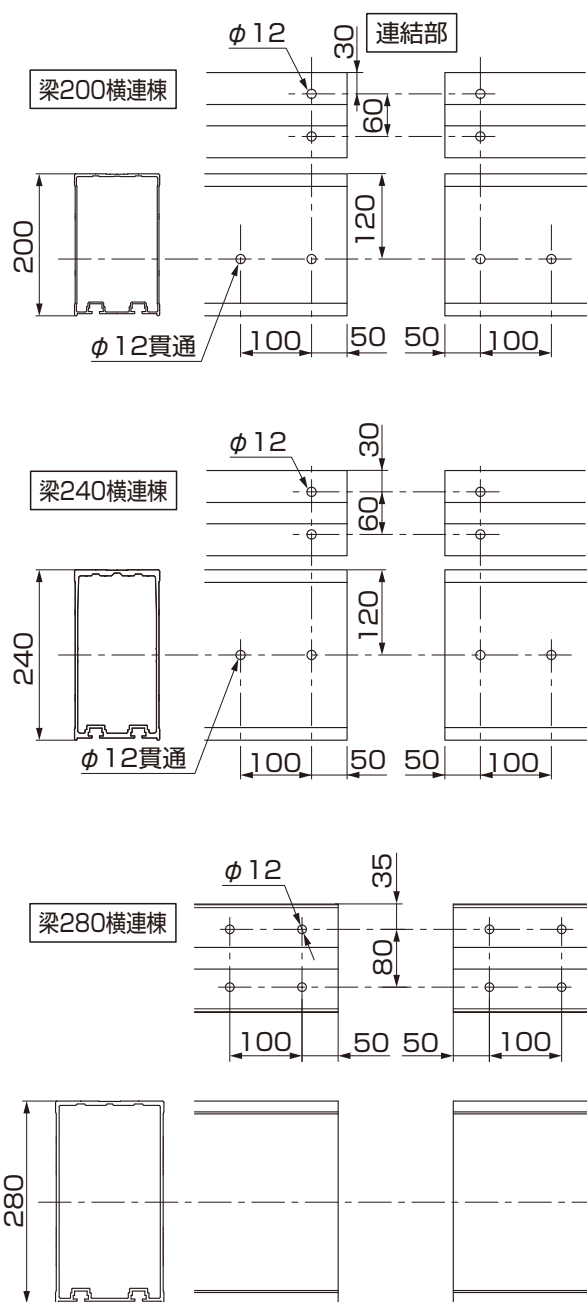
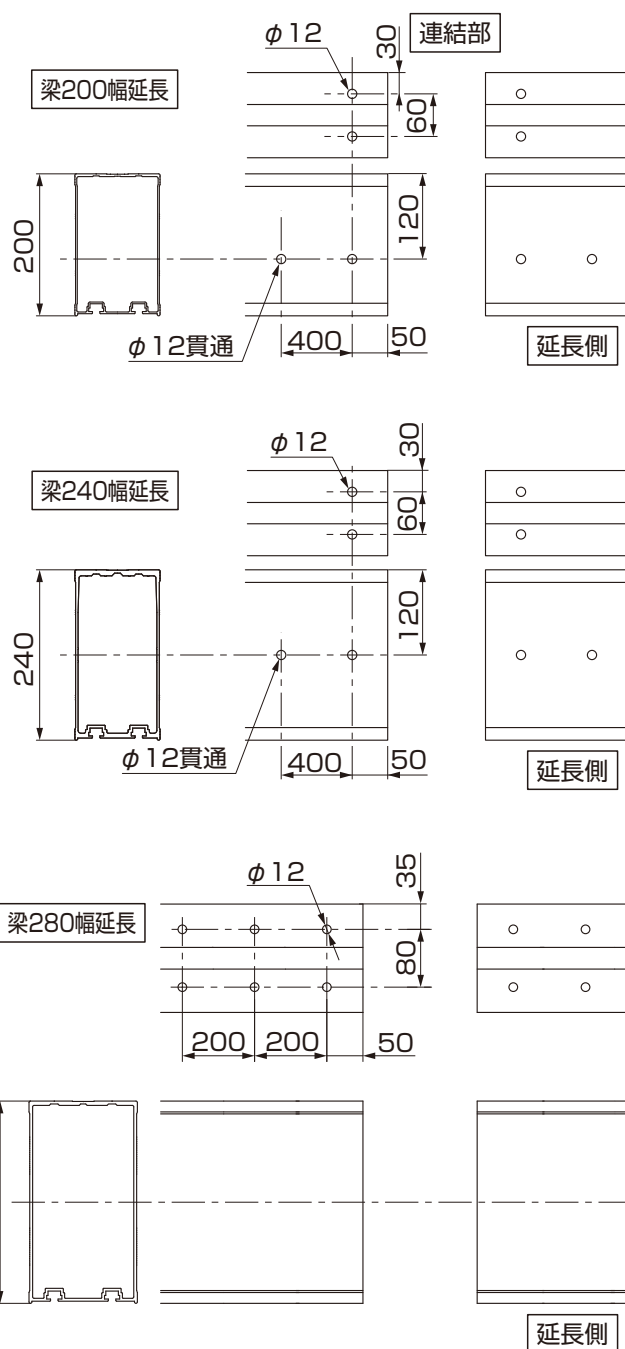

図2-3 横連棟仕様
図2-4 幅18延長仕様
- 梁固定金具Aの取付け位置に注意してください。(図2-2、図2-4参照)
①図2-3、図2-4のように梁に穴加工してください。